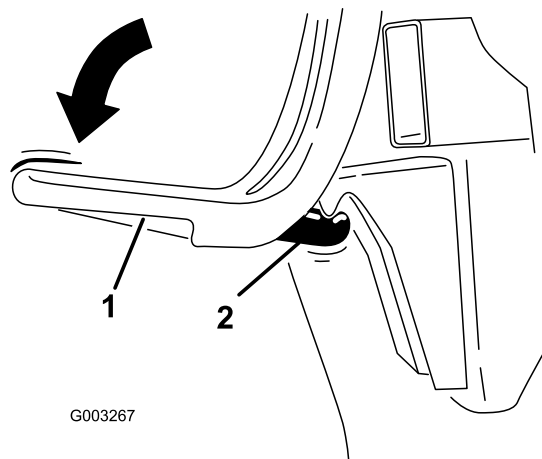

Figura 11
8. Coloque el cierre del ensacador debajo del enganche (Figura 11).
9. Presione hacia abajo sobre el cierre hasta que quede enganchado (Figura 11).